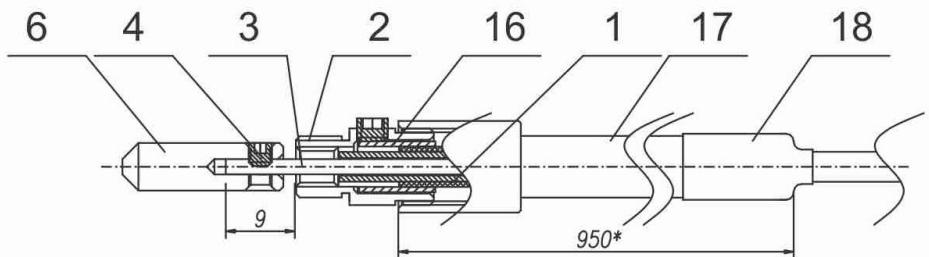

рис. 8
8. Проложить трубку приводного троса скрытно, таким образом, чтобы с наружной стороны автомобиля было невозможно ее устранение или повреждение. Если это условие невозможно выполнить, необходимо воспользоваться защитным кожухом трубы (см. рис.8).
8. Проложить трубку приводного троса скрыто, таким образом, чтобы с наружной стороны автомобиля было невозможно ее устранение или повреждение. Если это условие невозможно выполнить, необходимо воспользоваться защитным кожухом трубы (см. рис.8).
10. Проложить трубку приводного троса скрытно, таким образом, что бы с наружной стороны автомобиля было невозможно ее устраниние или повреждение. Если это условие невозможно выполнить, то необходимо воспользоваться защитным кожухом трубы (см. рис.8).